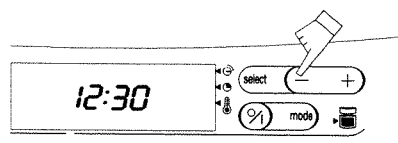

Fig. 2
2. Premere i tasti  (fig. 2) per impostare l'ora.